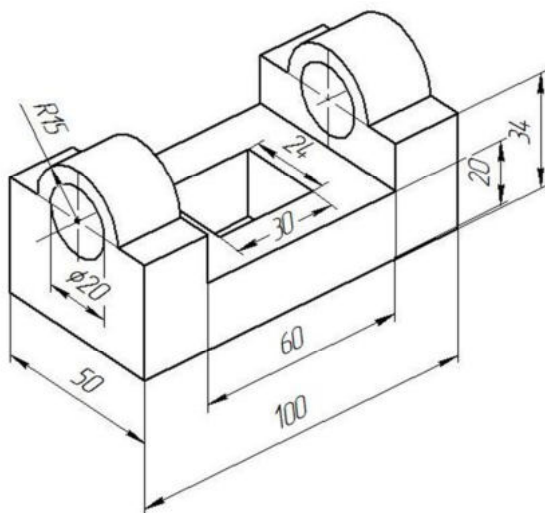

Рис. 27. Задание для самостоятельной работы. Основание
1. Постройте три стандартных вида в документе **Фрагмент** и ассоциативные виды в документе **Чертеж** детали рис. 27. Сравните их. Сохраните документы в папке **Мои модели** под именами «Чертеж. Основание», «Ассоциативные виды. Основание» (с этими документами будем работать в следующих работах).